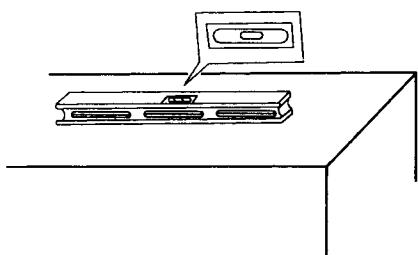

图1-5 用水平仪测量安装设备的水平度
- (1) 使用水平尺前，应先在标准面上检查其精度。
- (2) 使用过程中，应轻拿轻放，不得碰撞，也不得在所测表面上拖动，以免影响测量结果。
- (3) 测量时，应将水平尺置于管道或设备的平滑、干净部位，根据玻璃管中气泡的位置判断管道或设备是否水平或垂直，以气泡居中为水平或垂直。如图1-5所示。
- (4) 使用完毕，应将水平尺擦拭干净，存放在专用的工具箱内，不得与其他工具混放。